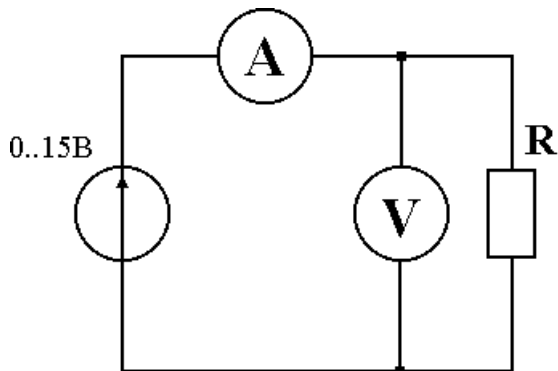

Рис. 1
Первый вариант включения измерительных приборов (рис. 1) возможен при следующем условии:
Еще одним способом измерения сопротивления является измерения с помощью моста (рис. 1).
2. Проведите косвенные измерения сопротивлений резисторов R_1 (68 Ом) и R_5 (470 кОм), используя разные схемы включения измерительных приборов (рис. 1, рис. 2). Сравните результаты и сделайте выводы.